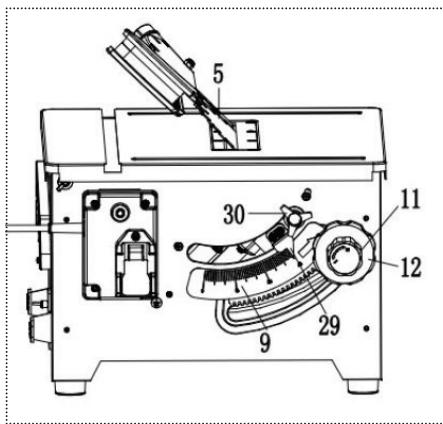

Рис. 7
29. Шкала угла наклона пильного диска (рис. 7)
30. Фиксатор угла наклона пильного диска (рис. 7)
Отрегулируйте ручку подъема пильного диска (11) так, чтобы пильный диск поднялся в самое верхнее положение. Для регулировки пильного диска используйте колесо регулировки (12). Используйте угловую фиксирующую ручку (30) для фиксации угла пильного диска (рис. 7).
Регулируя колесо регулировки угла пильного диска (12) вправо (по часовой стрелке) на любой угол между 90 и 45°, затянув ручку блокировки угла (30), можно зафиксировать угол пильного диска (см. рис. 7).